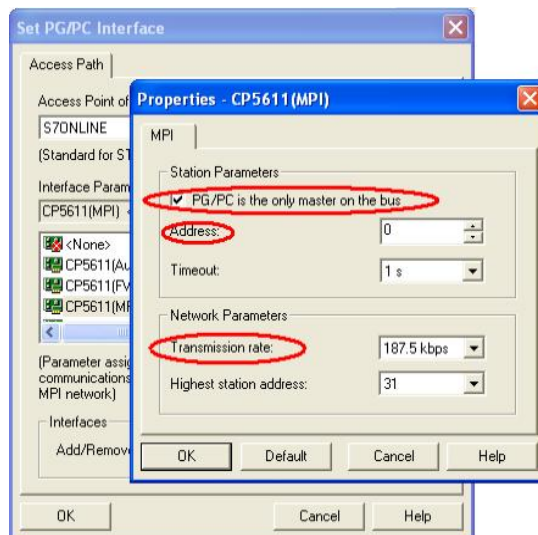

图 2.1.9
3. 如图 2.1.9, 在打开的属性画面中勾选 PG/PC is the only master on the Bus, 地址采用默认地址 0, 当然您也可以指定自己的地址, 但是需要注意不能与在此网络上其他设备 (包括前面的控制面板) 的 MPI/Profibus 地址冲突 (原则 1: 一条总线上所有站的站地址一定不能重复) 指定 Transmission rate 为 187.5kbps, 此处, 波特率的设置要与面板中协议指定的波特率相同 (原则 2: 一条总线上所有设备的通讯速率一定要一致)。